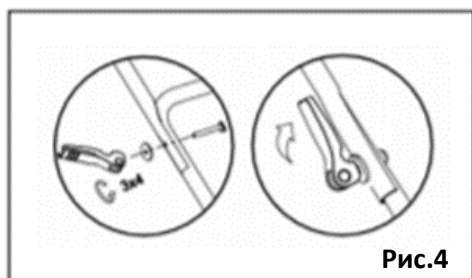

Рис.4
Снимите винты двух быстросъемных зажимов. Установите болт в отверстия изнутри. Закрепите верхнюю ручку (3) шайбами и быстросъемными зажимами. (Рис. 4)